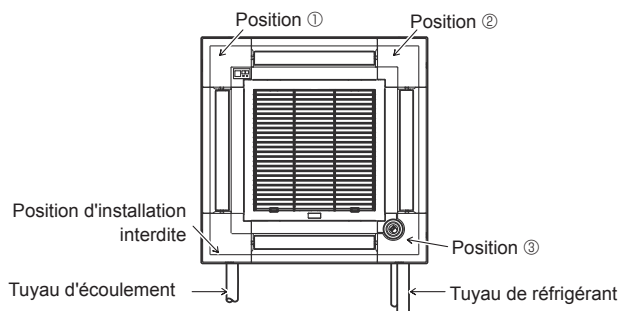

Fig. 9-11
Le panneau d'angle du récepteur de signaux ne peut en aucun cas être installé du côté du tuyau d'écoulement de l'appareil principal. (Se reporter à la Fig. 9-11)
- Le panneau d'angle du i-see Sensor doit être fixé sur la grille ① à l'aide de la vis ③.
- \* Si la position du i-see Sensor est passée de la position par défaut (position ③) à une autre position, changez les réglages de fonction. (Se reporter à la page 51 et à la Fig. 9-11)
- Le panneau d'angle du i-see Sensor ne peut en aucun cas être installé du côté du tuyau d'écoulement de l'appareil principal. (Se reporter à la Fig. 9-11)